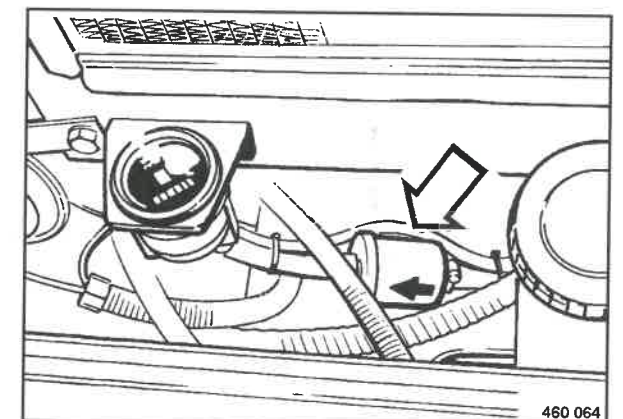

Fig. 112
- Allentare la fascetta per tubi flessibili (Fig. 112).